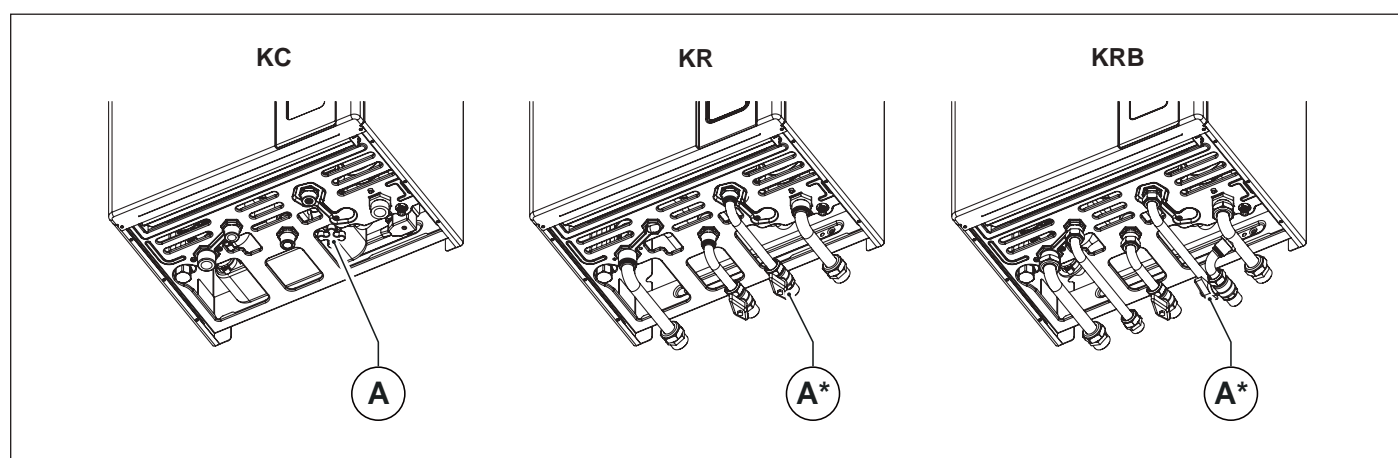

Fig. 2 Grifo de llenado - (A*) opcional
Llenar la instalación actuando sobre el grifo de llenado (A) (ver Fig. 2 Grifo de llenado - (A*) opcional).